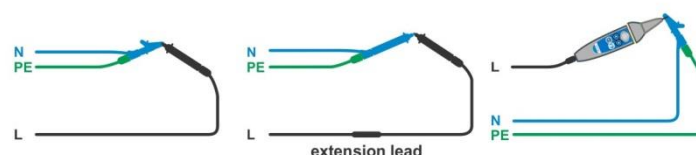

Abbildung 7.31: Kurzgeschlossene Prüfleitungen
- Schließen Sie das Prüfkabel am Prüfgerät an und schließen Sie die Prüfleitungen miteinander kurz, siehe **Abbildung 7.31**.